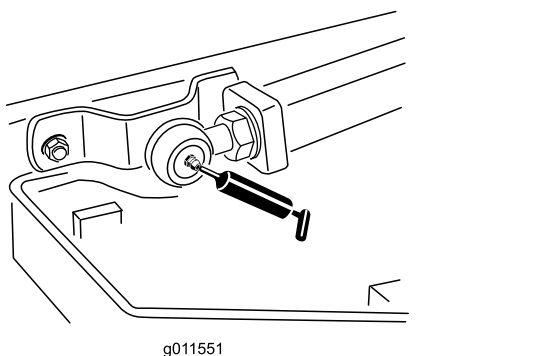

Figura 83
- Rótulas de los brazos de elevación (2) (Figura 83)